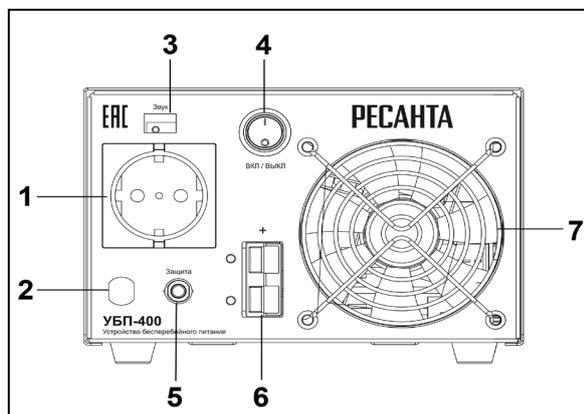

Рис. 3 Задняя панель УБП
- Включите выключатель на задней панели (рис.3 поз.4).